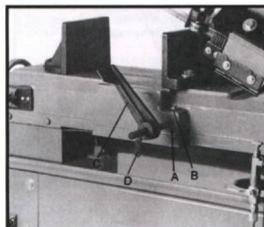

Fig. 1
4. Wsuń pręt blokujący materiał (A, rys. 1) do podstawy i zabezpiecz, dokręcając śrubę (B). Nasunąć ogranicznik materiału (C) na pręt i dokręcić blotem (D).